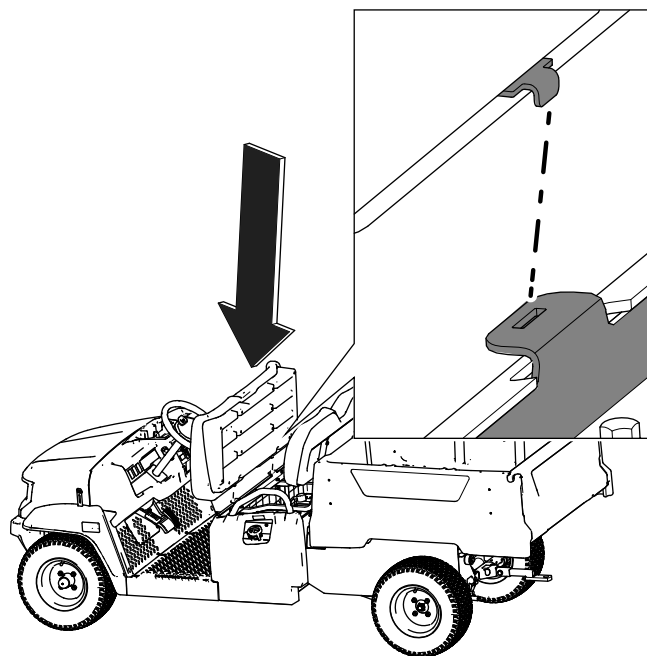

図 33
1. ベンチクッションをブラケットの上にセットする(図 33)。